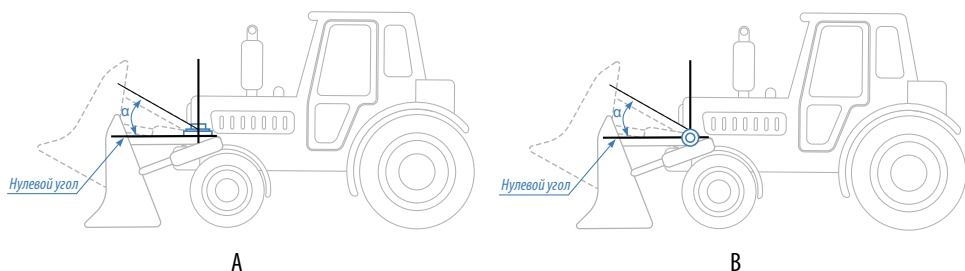

Рис.1. Пример установки датчика угла.
- Датчик осуществляет измерение угла наклона ( $\alpha$ ) относительно горизонтальной плоскости, обозначающей нулевой угол, кроме режимов «Тангаж» и «Крен». Начальное положение датчика при установке может быть произвольным, что позволяет установить его на любой подходящей плоскости. Например, на Рис.1, (А) датчик установлен на горизонтальной площадке, на Рис.1, (В) – на боковой площадке.